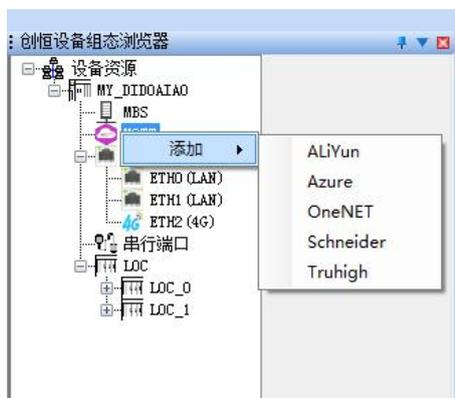

图 5-1-1
1. 首先,添加 MQTT 类型。右键点击 MQTT 在弹出的界面中依次选择“添加 MQTT”, 选择 AliYun, 如图 5-1-1。